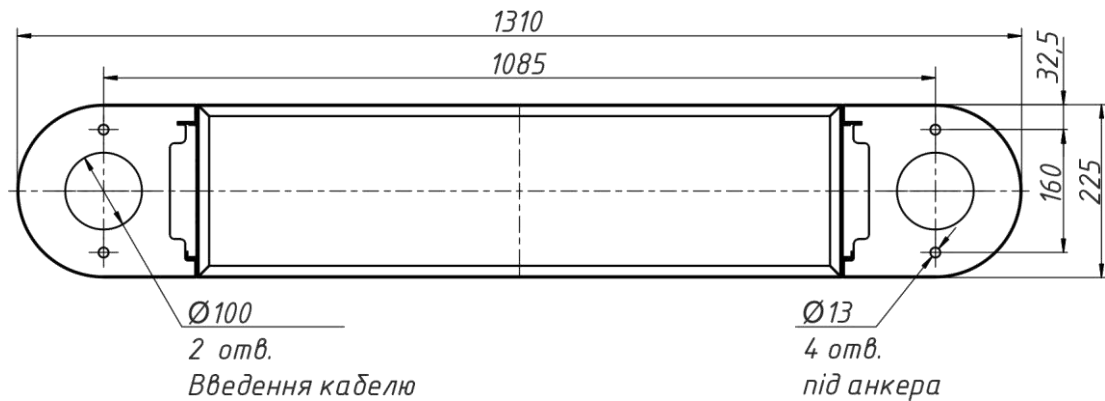

Рис. 13– Розмітка для монтажу турнікету типу «трипод»
- 4) Зробити на поверхні майданчика розмітку отворів для кріплення турнікету відповідно до *рис.13*. Як шаблон для розмітки можна використовувати власне турнікет, розміщений вертикально на місці його установки.
- 6) За необхідності прокладання кабелів під поверхнею підлоги підготуйте в підлозі кабельний канал до зони введення кабелів у стійку турнікету. Розташування зони введення кабелів вказано на схемі *рис.13*.
- Місце виведення кабелів повинно збігатися з місцем розташування отвору на монтажній основі турнікету (рис.13, 16).